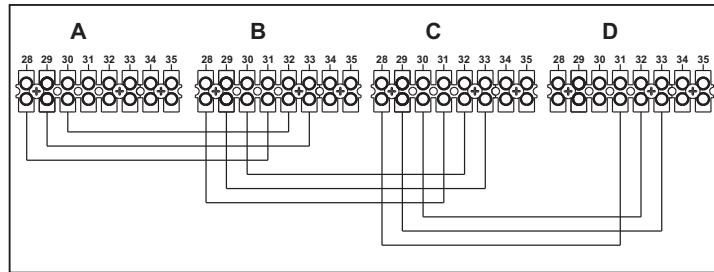

fig. 33 - Collegamento in cascata
- Collegare i moduli come mostrato in fig. 33 (**esempio con 4 moduli**)